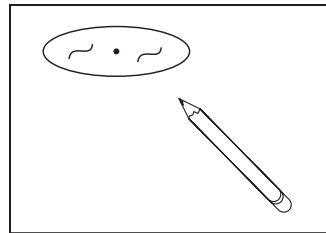

Figura 2
Paso 2. Ubique el centro de la abertura planteada en el panel del techo y use una plantilla para marcar y cortar un agujero de 5-1/2" (para carcassas de 5") o de 6-5/8" (para carcassas de 6") (Figura 2).